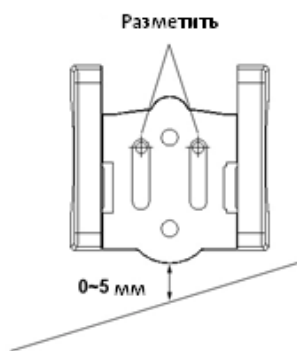

Рис.1
- 2) Приложить раму крепления к транцевой доске и отметить два монтажных отверстия в двух проёмах. Центра обоих отверстий должны быть параллельны поверхности воды. Проследить, чтобы расстояние между нижней кромкой шаблона и нижним обрезом транца было в пределах 0~5 мм (рис.1).